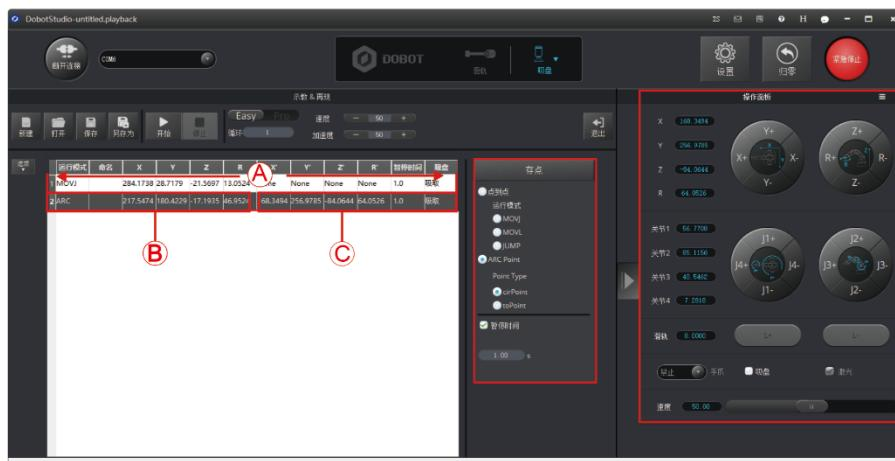

图 5.23 存中间点 B 和结束点 C
5. 单击“存点”，保存中间点B和结束点C对应的机械臂坐标信息。如图 5.23 所示。